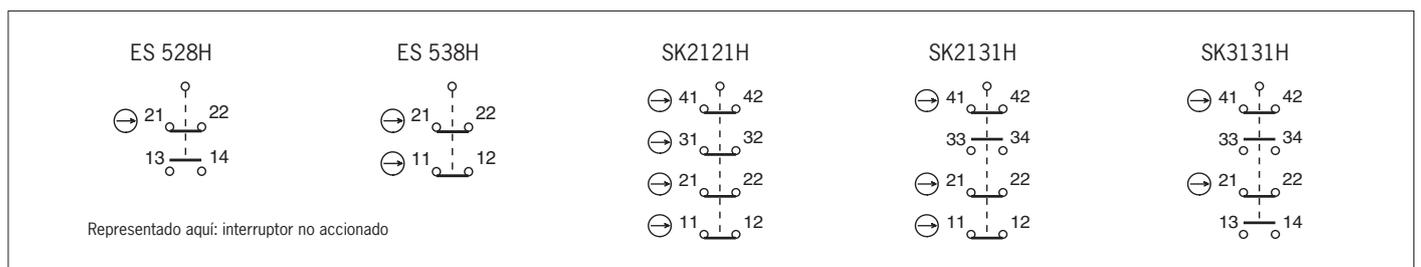

Fig. 6: Asignación de contactos de los elementos interruptores
Debe usarse como mínimo un contacto ☞. Este señala la posición del resguardo (para la asignación de contactos, consulte la Fig. 6).
2. Apriete las conexiones y los bornes con 0,5 Nm (para la asignación de contactos, consulte la Fig. 6).